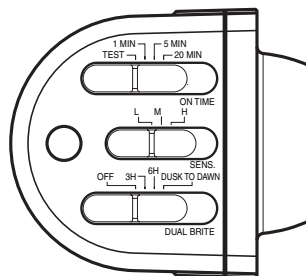

Figure 7
- Placez le commutateur de sensibilité (SENS) en position « LO », le commutateur de fonctionnement (ON-TIME) en position TEST et le commutateur DUALBRITE en position OFF (voir la Figure 7).